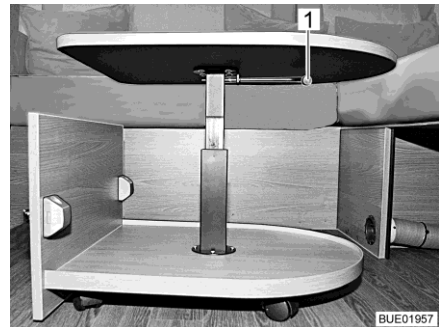

Bild 136 Soffbord, utkört
- Vrid med låsarmen (Bild 136,1) med 90° nedåt.